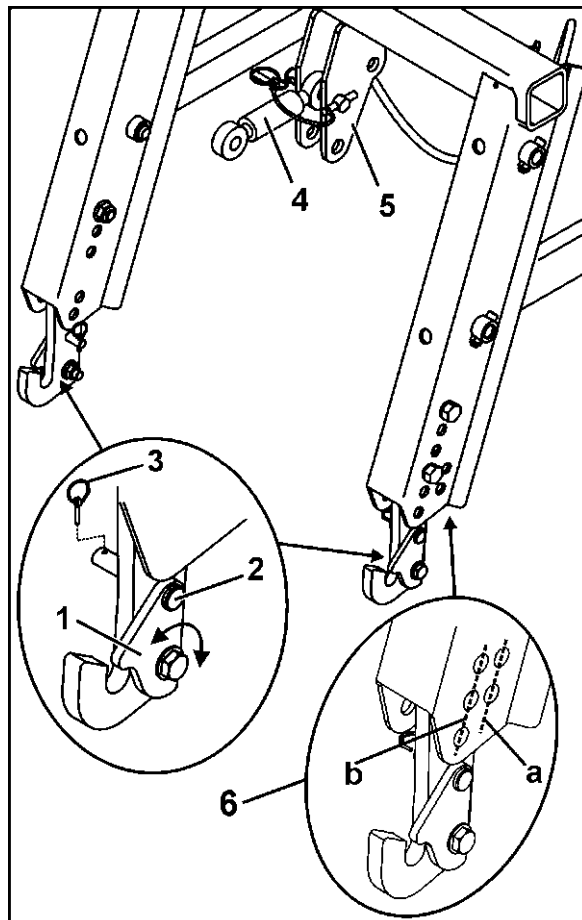

図 41
- ・ 連結の前に、前方へ旋回したロックストラップ（図 41/1）を確認します。
4. ロックストラップ（図 41/1）をロワーリンクのジャーナルの上に旋回させ、各ロックストラップをピン（図 41/2）とリンチピン（図 41/3）で固定します。
5. アッパーリンク（図 41/4）をシードドリルのアッパーリンクポイントに取り付け、リフトフレーム（図 41/5）をピンで止め、リンチピンで固定します。
キャッチフック（図 41/6）には種々のネジ止め方法がありますので、牽引されるシードドリルをローラーのできるだけ近くに固定してください。